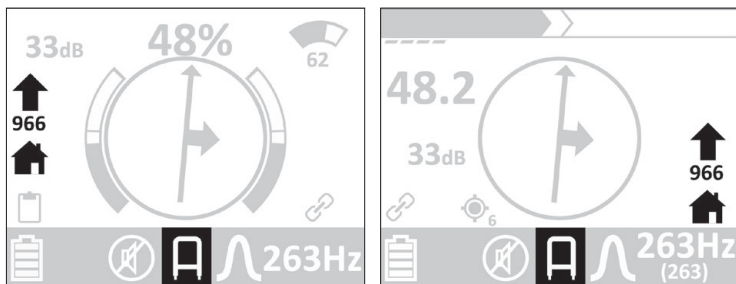
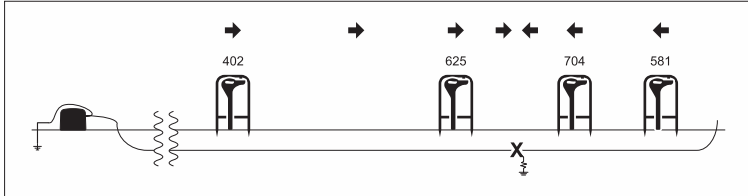

Fig. 32: Écran du récepteur – Sonde à gradients de tension branchée (ici : signal de défaut de câble 966)
Fig. 34: Localiser un défaut de câble avec la sonde à gradients de tension
Lors de l'approche d'un défaut de câble, le signal de défaut de câble (valeur numérique) augmente (fig. 32 et fig. 34).
Lorsque l'appareil est exactement au-dessus d'un défaut de câble, la flèche de direction change de direction. Le défaut de câble est alors centré sous la sonde à gradients de tension (fig. 34).
– Rapprochez-vous du défaut de câble en avançant et en reculant la sonde à gradients de tension (fig. 34).